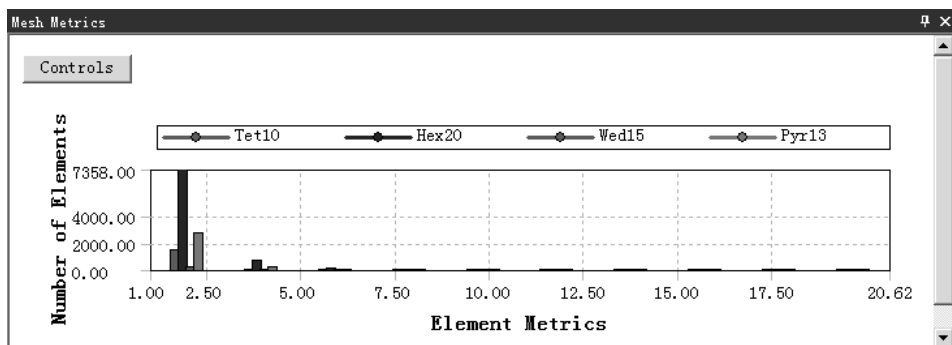

图 5.4.11 检查结果统计图表 (三)
- ◆ 雅克比率 (Jacobian Ratio)。雅克比率适应性较广，一般用于处理带有中节点的单元，选择此选项，在信息栏中打开图 5.4.11 所示的检查结果统计表 (三)。